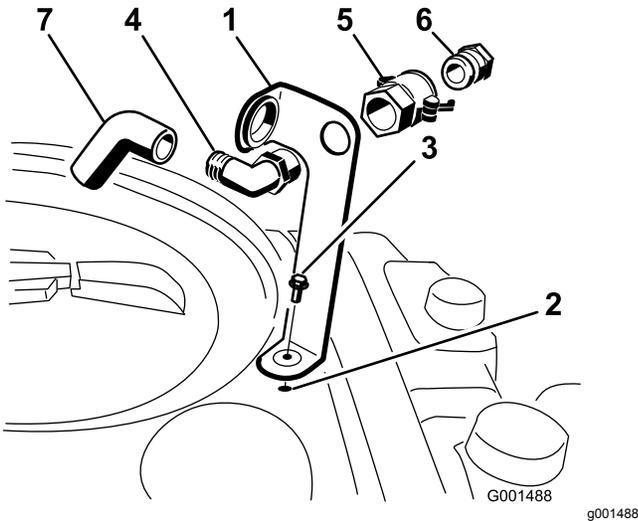

图3
1. 将加水口插口支架放在药缸的螺纹孔上方用凸缘头螺栓5/16 x 3/4 英寸 固定图3。
2. 将90°弯头的螺纹端穿过支架拧上快速接头固定至支架上图3。
3. 将软管适配器装入快速接头图3。
4. 将适配器锁定到位将手柄旋向适配器然后用发卡销固定图3。
5. 将防虹吸软管穿过支架上的大开口然后插入到90°弯头的宝塔接头上图3。